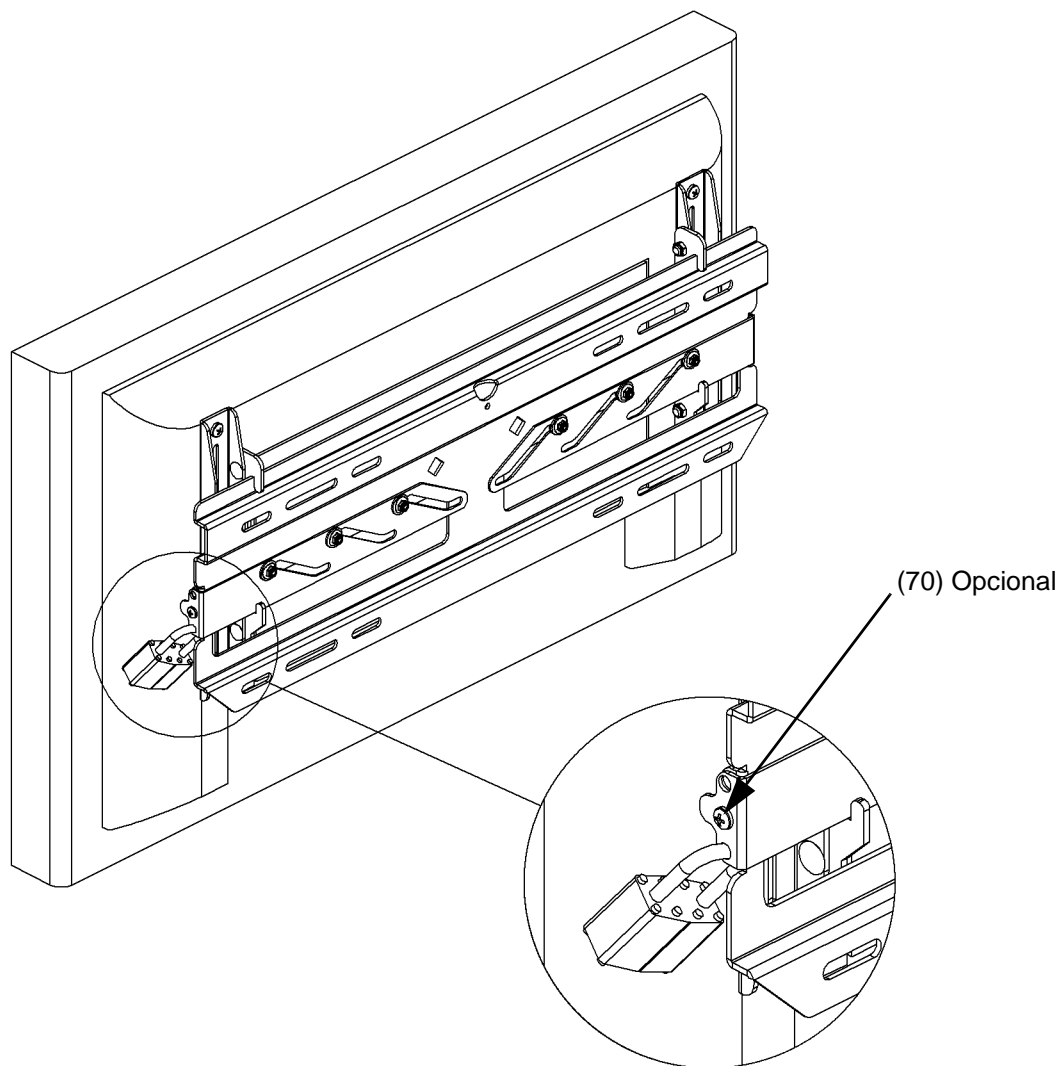

Figura 9. Monitor seguro
1. Coloque o monitor na placa de parede (10), encaixando os ganchos dos suportes (20 e 30) na parte superior da placa de parede.
2. Prenda o monitor deslizando os engates, um de cada lado, para dentro (consulte a figura 9).
3. Se desejado, instale parafusos autoperfurantes (70) ou cadeados (não fornecidos) para segurança adicional (consulte a figura 9).